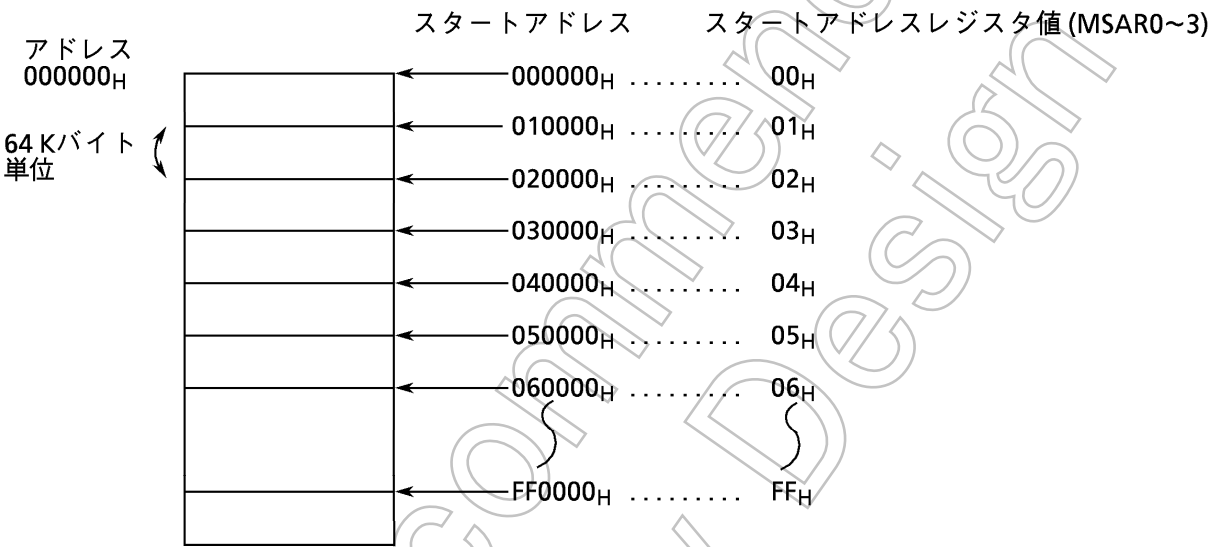

図3.6 (8) スタートアドレスの設定場所
アドレスデコーダのブロック図 (図3.6 (5)~(7)) からわかる通り、 $\overline{CS0}$ はA8~A20, $\overline{CS1}$ はA8~A21, $\overline{CS2} \cdot \overline{CS3}$ はA15~A22のアドレスの値を比較するか、比較しないかによって、チップセレクト信号の出力できるアドレスエリアを指定することができます。